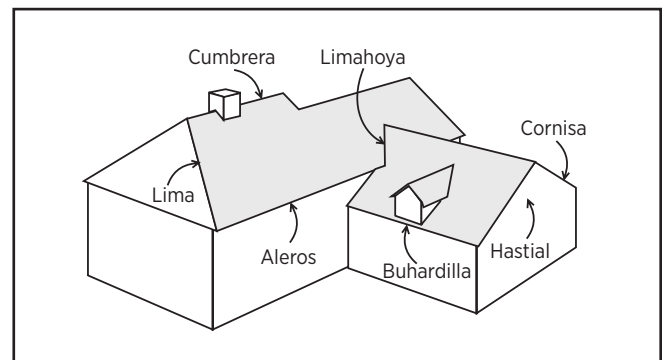

Figura GI-2
**Aguilón** - Parte superior de una pared lateral que llega a un punto triangular en la cumbre de un techo inclinado (Figura GI-2).
**Alero** - Borde inferior horizontal de un techo inclinado (figura GI-2).
**ARMA** - Asociación de Fabricantes de Techos de Asfalto. (301)348-2002.
**Buhardilla** - Ventana enmarcada que sobresale por el plano inclinado de un techo (Figura GI-2).
Cornisa - Borde inclinado de un techo inclinado sobre un muro (Figura GI-2).
Cumbrera - Ángulo exterior horizontal superior formado por la intersección de dos planos inclinados del techo (Figura GI-2).
**Lima** - Ángulo exterior inclinado formado por la intersección de dos planos inclinados del techo. Va desde la cumbre hasta el alero (Figura GI-2).
**Limahoya** - Ángulo interno formado por la intersección de dos planos inclinados de techo (Figura GI-2).